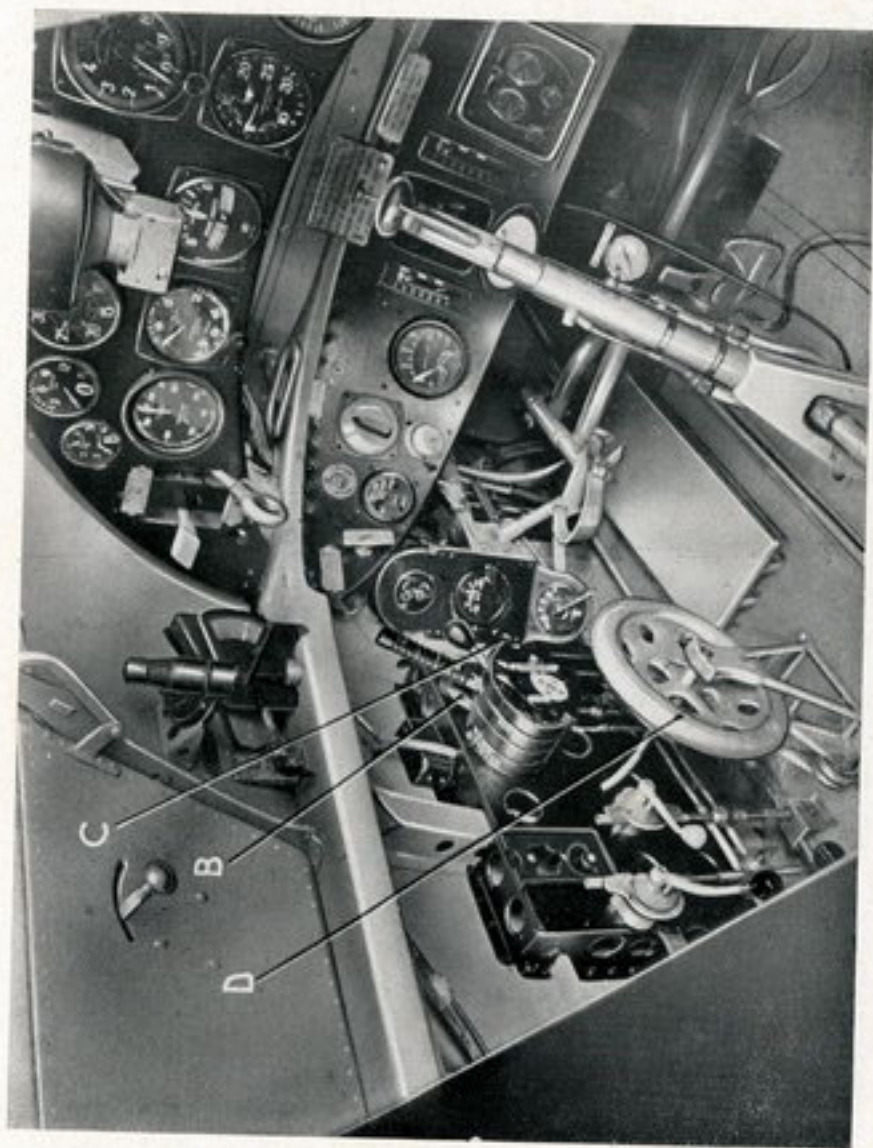

Fig. 36.
Come è noto la pressione di alimentazione può essere regolata da parte del pilota, in modo da ottenere i valori stabiliti dalla ditta costruttrice del motore per le diverse condizioni di volo e col variare della quota, manovrando opportunamente la leva del gas (Vedi fig. 36).
Sulla scatola della leva dei gas, di fianco alla leva comando farfalla, si trova (fig. 36) la leva (B) di comando del « correttore di quota » che ha lo scopo:
In caso di decollo difficile o per la brevità del campo o per altre ragioni è ammesso l'aumento della pressione normale di alimentazione del motore di 100 mm. di mercurio, mediante lo spostamento della manetta (C) + 100 (V. fig. 36).